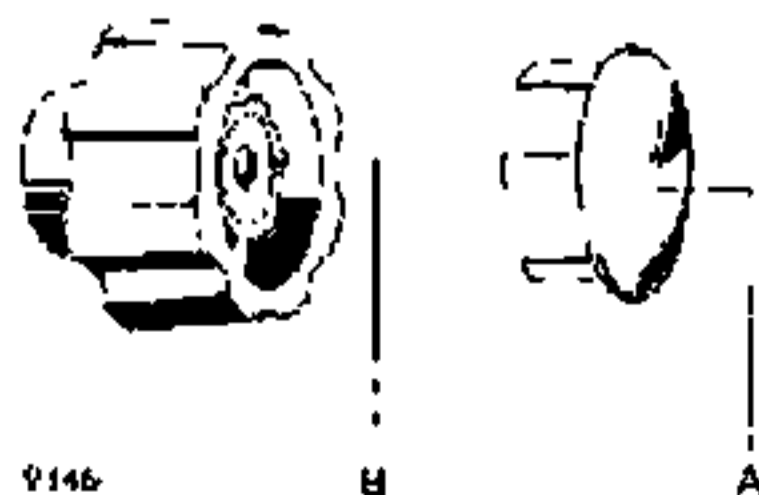

Fig 19
- Verwijder het dopje "A" (fig. 19).